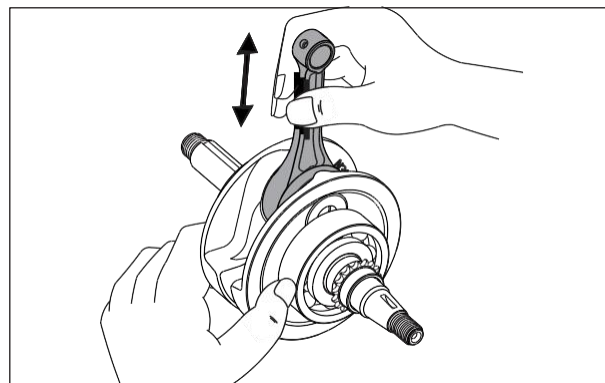

Fig. 3.155
- También, revise el juego radial de la biela sosteniendo el cigüeñal. Si nota algún juego, reemplace el cigüeñal completo por uno nuevo. (Fig. 3.155)